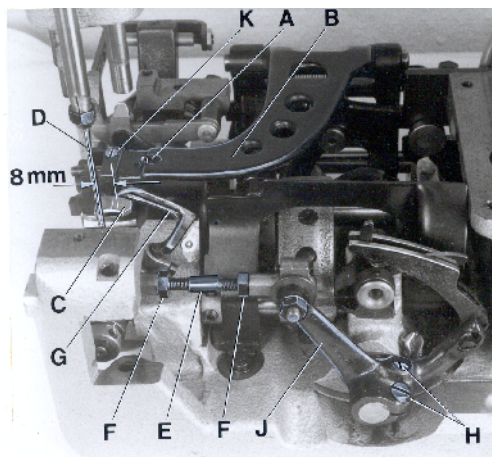
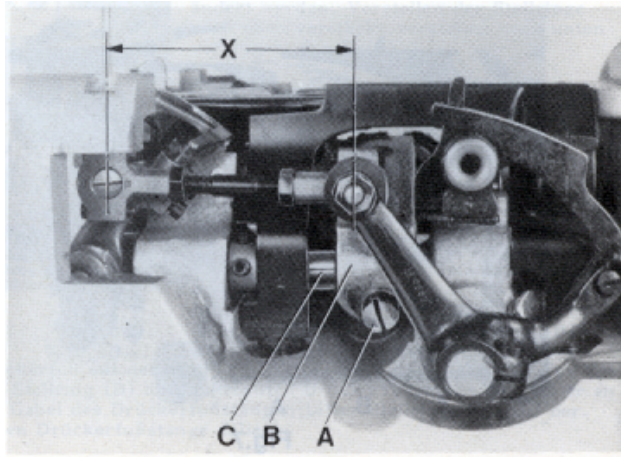
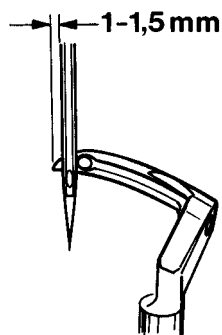
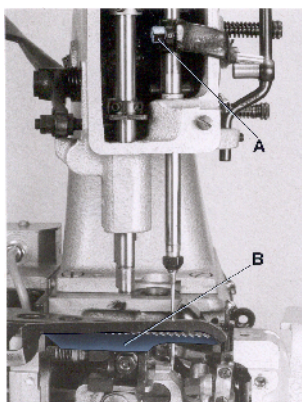

Fig. 3
Fig. 4
Fig. 5
Fig. 6
Remove the presser foot, throat plate and feed dog and on styles 80800TL, TAL, U, UA, UL and UAL also the needle guard for convenient access to the machine. On styles 80800R, RL, S and SL loosen the screw (A, Fig. 3) in the feed bar (B) and push the feed bar needle guard (C) to the rear to avoid its contacting the needle (D).
For the two thread double locked stitch styles 80800R, RL, TL, TAL, U, UA, UL and UAL, set the looper connecting rod (E) so the distance (X, Fig. 4) between the center lines of the two ball joints is 69.8 mm (2 3/4"). The dimension (X, Fig. 4) should be 68.3 mm (2 11/16) on the single thread chain stitch styles 80800S and SL. For adjustment loosen the two nuts (F, Fig. 3) and turn connecting rod (E) forward or backward as required to obtain specified dimension, retighten nuts (F).
Rotate the machine pulley in operating direction so that the looper moves from right to left. The looper point should pass as close as possible to the back of the needle without contacting 0.08 to 0.13 mm (.003 to .005") clearance. For adjustment loosen screws (A, Fig. 4) in the looper eccentric fork (B) and turn looper rocker shaft (C) on the looper rocker forward or backward as required. Retighten screw (A).
Zur bequemer Einstellung entfernen Sie Drückfuß, Stichplatte und Transporteur und bei den Maschinen 80800TL, TAL, U, UA, UL und UAL auch den Nadelanschlag. Lösen Sie bei den Maschinen 80800R, RL, S und SL die Schraube (A, Fig. 3) im Transporteurträger (B) und drücken Sie den Nadelanschlag nach hinten, damit er die Nadel (D) nicht berühren kann.
Bei den Zweifaden-Doppelkettenstichmaschinen Typen 80800R, RL, TL, TAL, U, UA, UL und UAL muß die Greiferverbindungsstange (E) so eingestellt sein, daß der Abstand (X, Fig. 4) von der Mitte zu Mitte Kugelgelenk 69,8 mm beträgt. Bei den Einfaden-Einfachkettenstichmaschinen Typen 80800S und SL beträgt der Abstand (X, Fig. 4) 68,3 mm. Zum Einstellen lösen Sie die beiden Muttern (F, Fig. 3) und drehen die Verbindungsstange (E) vor oder zurück bis der erforderliche Abstand erreicht ist. Ziehen Sie die Muttern (F) wieder an.
Drehen Sie die Riemenscheibe in Nährichtung so, daß sich der Greifer von rechts nach links bewegt. Die Greiferspitze soll so dicht wie möglich hinter der Nadel vorbeigehen, ohne diese zu berühren (0,08 bis 0,13 mm Abstand). Zur Einstellung lösen Sie die Schraube (A, Fig. 4) in der Greiferecxentergabel (B) und schwenken die Greiferhebelwelle (C) am Greiferhebel mit Greifer nach Bedarf vor oder zurück. Ziehen Sie die Schraube (A) wieder an.
Remove the face cover on machine arm. Rotate machine pulley in operating direction until the looper point, moving to the left, projects 1 to 1.5 mm (.040" to .060") left of the needle (see Fig. 5). Lower edge of looper and upper edge of needle eye must be flush in this position. If adjustment is necessary, loosen clamp screw (A, Fig. 6) in the needle bar connection and move the needle bar up or down, as required. Retighten screw (A) and remount face cover.
At highest point of feed dog travel, the feed dog (B, Fig. 6) should be set so, that the rear teeth project their full depth above the throat plate surface. For setting remove the feed dog and adjust the supporting screw (K, Fig. 3) on the top of the feed bar to the required height. Remount the feed dog, and on styles 80800TL, TAL, U, UA, UL and UAL also the needle guard.
The needle guard (C, Fig. 3) has to be set so, that it just contacts the needle at its most forward point of travel, without deflecting it.
On styles 80800R, RL, S and SL loosen screw (A, Fig. 3) in the feed bar (B) and adjust the needle guard (C) accordingly. Retighten screw (A).
Entfernen Sie den Stirndeckel am Maschinenarm. Drehen Sie die Riemenscheibe in Nährichtung bis die sich nach links bewegende Greiferspitze 1 bis 1,5 mm links der Nadel steht (siehe Fig. 5). In dieser Stellung müssen Unterseite Greifer und Oberseite Nadelöhr bündig sein. Ist eine Einstellung notwendig, lösen Sie die Klemmschraube (A, Fig. 6) im Nadelstangenmitnehmer und schieben die Nadelstange (B), je nach Bedarf, nach oben oder unten. Ziehen Sie die Schraube (A) wieder an und montieren Sie den Stirndeckel.
Im höchsten Punkt der Transporteurbewegung sollen die hinteren Zähne des Transporteurs (B, Fig. 6) eine volle Zahnhöhe über die Stichplattenoberfläche hinausragen. Zur Einstellung entfernen Sie den Transporteur und stellen die Stützscharbe (K, Fig. 3) oben im Transporteurträger auf die entsprechende Höhe. Montieren Sie den Transporteur wieder, bei den Maschinen 80800TL, TAL, U, UA, UL und UAL auch den Nadelanschlag.
Der Nadelanschlag (C, Fig. 3) muß so eingestellt sein, daß er in der vordersten Stellung seiner Bewegung gerade die Nadel berührt, aber nicht ablenkt.
Zur Einstellung lösen Sie bei den Maschinen 80800R, RL, S und SL die Schraube (A, Fig. 3) im Transporteurträger (B), und stellen den Nadelanschlag (C) entsprechend ein. Ziehen Sie die Schraube (A) wieder an.